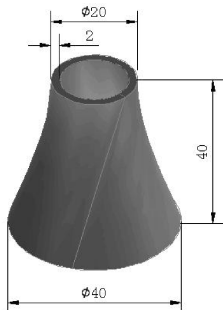

图 11-67 图形 1
(1) 创建直纹曲面时，可能会出现网格面交叉和不交叉两种情况，若要使网格面交叉，选定实体时，应取（ ）。
(2) 按图 11-67 所示图形 1 创建单叶双曲表面的实体，其体积为（ ）。